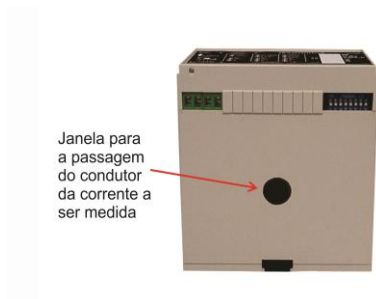

Figura 1
1) Modelos com medida direta de corrente: Para medidas até 60A, pode-se utilizar transdutores com sistema de medida integrado ao encapsulamento padrão DIN (Figura 1). Possuem isolamento galvânico entre a entrada da corrente e outros.